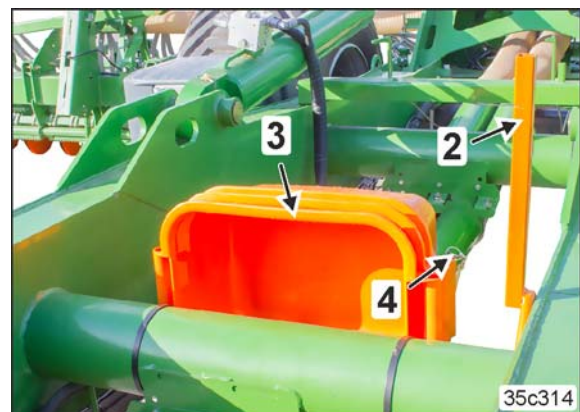

Fig. 66
Die Abdrehwannen sind bei Nichtgebrauch ineinander gesteckt und in der Transporthalterung mit einem Klappstecker (Fig. 66/4) befestigt.
- Citan 15001-C (Fig. 66/3)
- Citan 15001-C (Fig. 66/2)